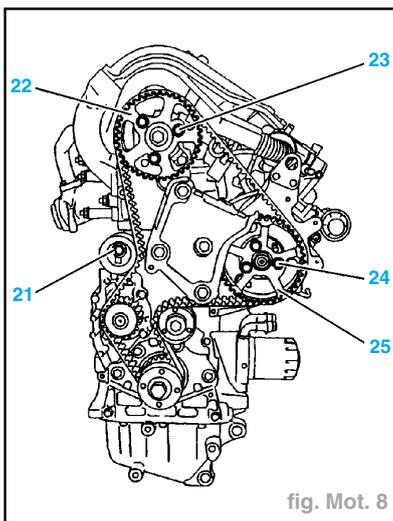

fig. Mot. 8
- Desserrer (fig. Mot. 8) :
- les vis (23) et (24),
- la vis (21) du galet tendeur.